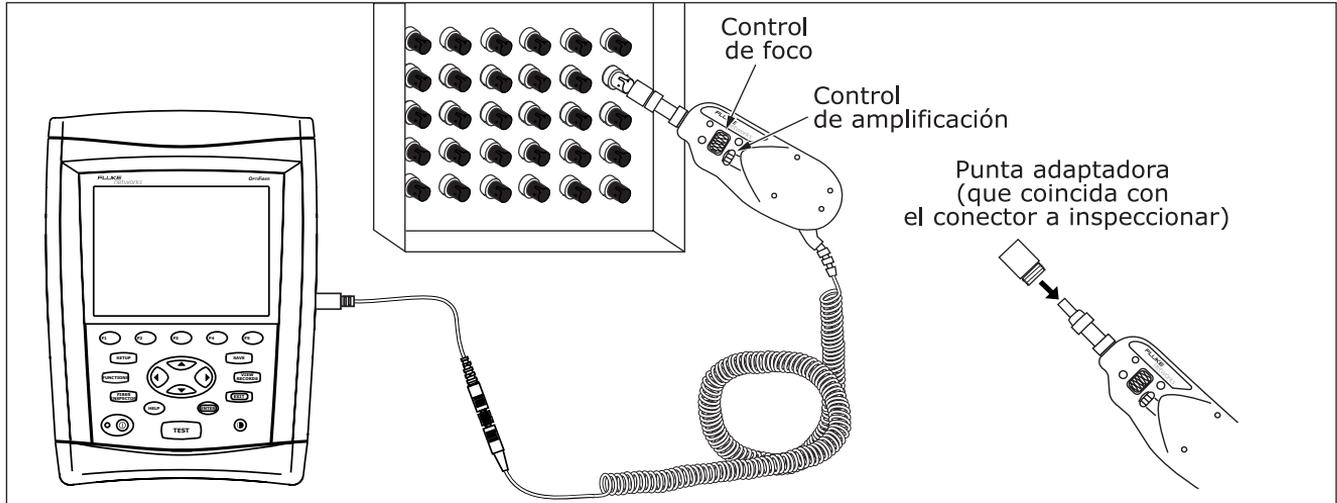

Figura 17. Uso de la sonda FiberInspector
- 6 Coloque la sonda sobre el conector de la fibra. Gire el anillo más grande en la sonda para enfocar la imagen. Gire el anillo más pequeño para cambiar la amplificación. Consulte la figura 17.